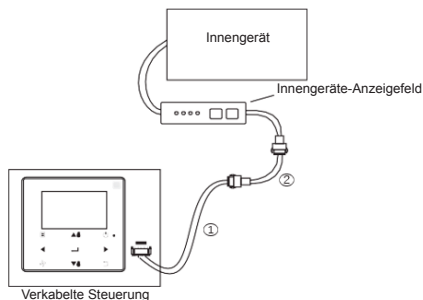

Abb. 12
2.5.6 Bei Innengeräten anderer Generationen (nicht zweite Gener.): Schließen Sie die verkabelte Steuerung mit der CN2-Leitung an die fünffache Kabelklemme des Innengeräte-Anzeigefelds an. Siehe Abb. 12.